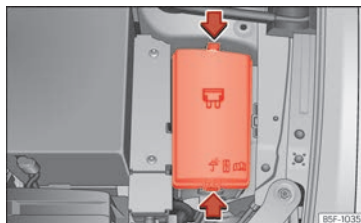

Abb. 202 Im Motorraum: Abdeckung des Sicherungskastens.
- Öffnen Sie die Motorraumklappe »» (A) auf Seite 329.
- Verriegelungstasten drücken, um die Abdeckung des Sicherungskastens »» (Abb. 202) zu entriegeln.